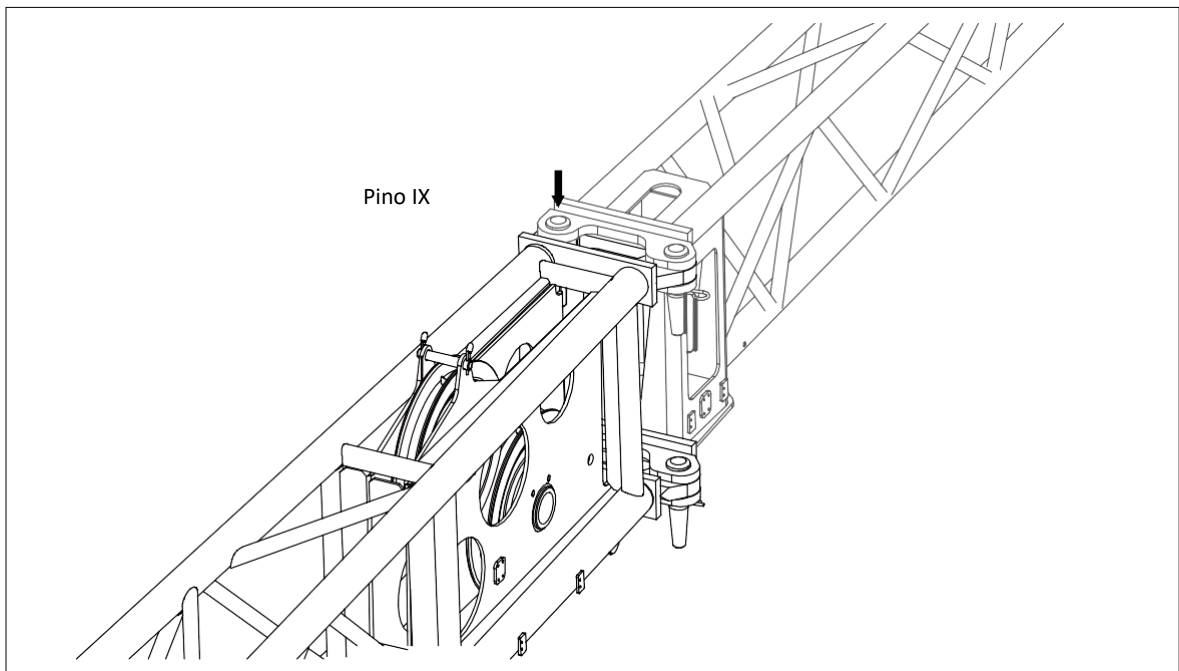

Figura 7-44 Instalação do pino IX
- Q. Alinhe a extremidade da seção do braço 2 com os pontos de conexão na seção do braço 1. Instale o pino IX e grampo de retenção. Consulte a figura 7-44.